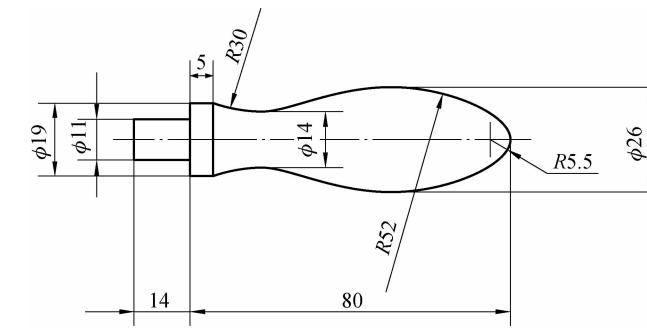

图 1-1-4
2. 1 : 1 抄绘图 1-1-4 所示图形,并标注各圆弧的类型(已知线段、连接线段和未知线段)(10 分)